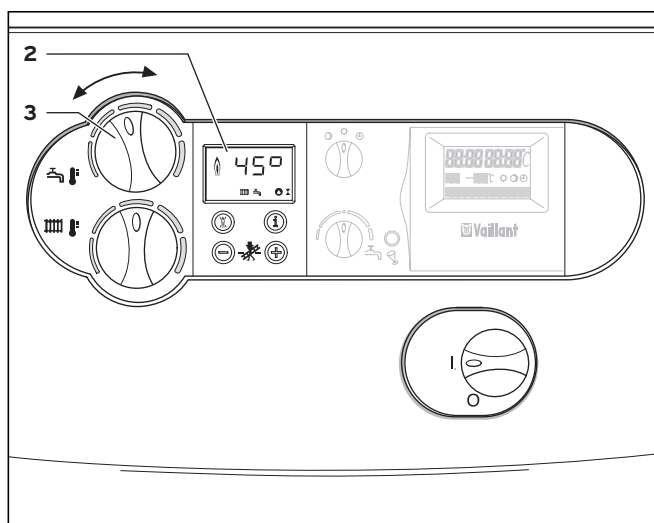

Рис. 4.6 Настройка температуры нагрева водонагревателя (только при подключенном водонагревателе)
При падении температуры горячей воды в водонагревателе ниже установленной устройство автоматически включается и подогревает водонагреватель. Во время нагрева водонагревателя на дисплее (2) мигает индикация, см. рис. 4.6.
- Для этого поверните вращающуюся ручку (3) для настройки температуры горячей воды в левое крайнее положение, см. рис. 4.6. Функция защиты водонагревателя от замерзания остается активной.